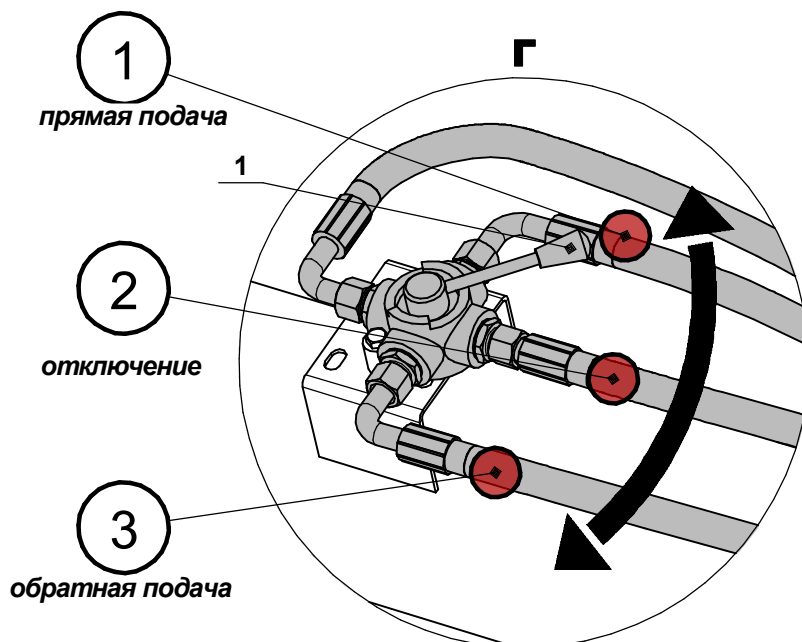

Рис.5.3.4 - Кран управления работой загрузочного шнека.
**7.9** Выбираем необходимое направления вращения загрузочного шнека, переводя ручки 2-х кранов, расположенных на корпусе шнека, влево или вправо **поз.1** рис.5.3.4.
**ВНИМАНИЕ!** Для отключения гидромотора привода шнека переведите рукоять крана **поз.1** рис.5.3.4 видГ в положение **2** (среднее положение).